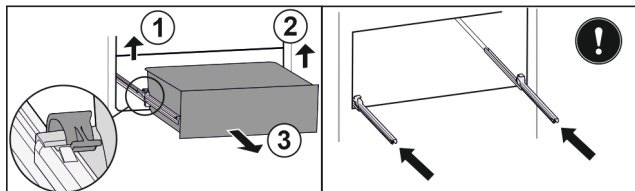

Fig. 131
- Lyft vänster klämma och dra samtidigt utdragslåda till vänster framåt. Fig. 131 (1)
- Lyft höger klämma och dra samtidigt utdragslåda till höger framåt. Fig. 131 (2)
- Ta ut utdragslåda genom att dra den framåt. Fig. 131 (3)